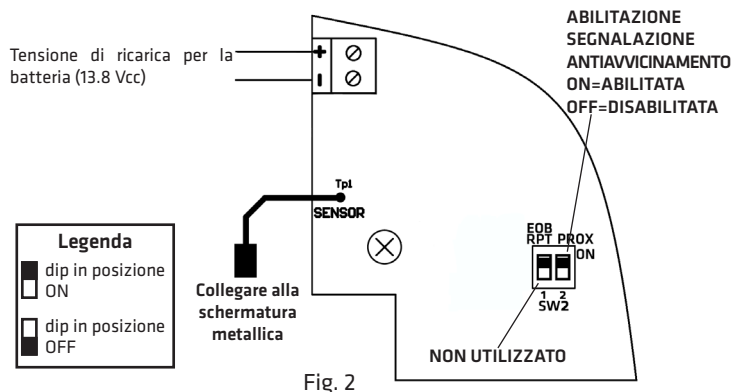

Fig. 2
- effettuare il collegamento dell'alimentazione 13,8Vcc nella morsettiera di alimentazione (si veda Fig. 2) sfruttando le aperture previste per il passaggio dei cavi, facendo attenzione alla polarità;
- escludere od abilitare la protezione antiavvicinamento, ponendo rispettivamente su "OFF" o su "ON" il dip-switch 2 di SW2 (Fig. 2);
- collegare il cavetto rosso della scheda, al faston presente sulla schermatura metallica (Fig. 2);
La segnalazione di avvicinamento può essere esclusa solo in fase di installazione della sirena, ponendo su "OFF" il dip-switch 2 (PROX) di SW2, presente sulla scheda elettronica (Fig. 2).